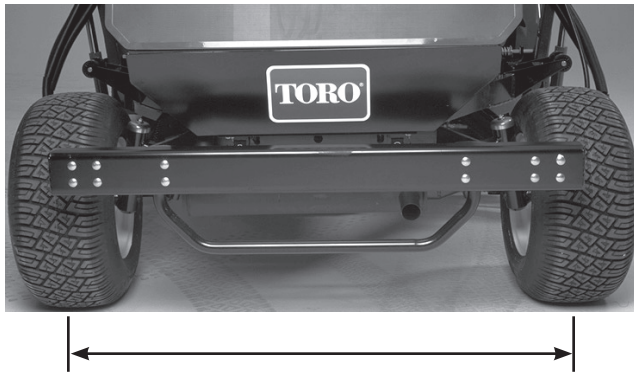

図 47
1. 後輪の前と後ろで、左右のタイヤの中央線間距離を測る (アクスルの高さ位置で計測) (図47)。前での計測が 3 mm小さければ正常である。